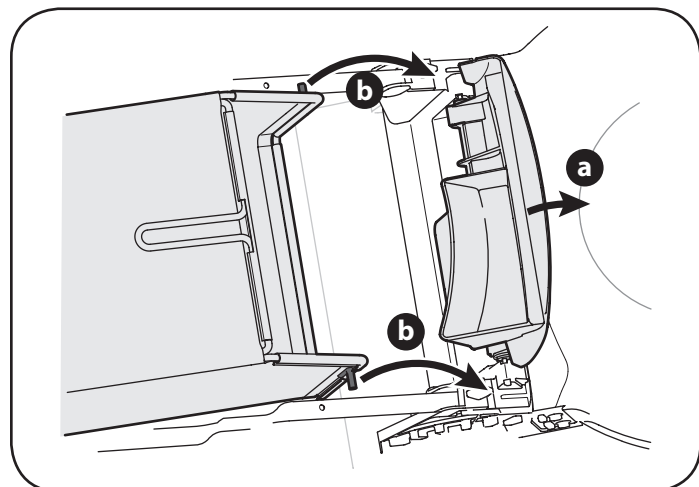

Figura 8
- b. Lugar de colección de césped en las ranuras en el mango entre corchetes como se muestra en la Figura 8. Suelte la puerta de descarga de modo que descance sobre el colector de césped.